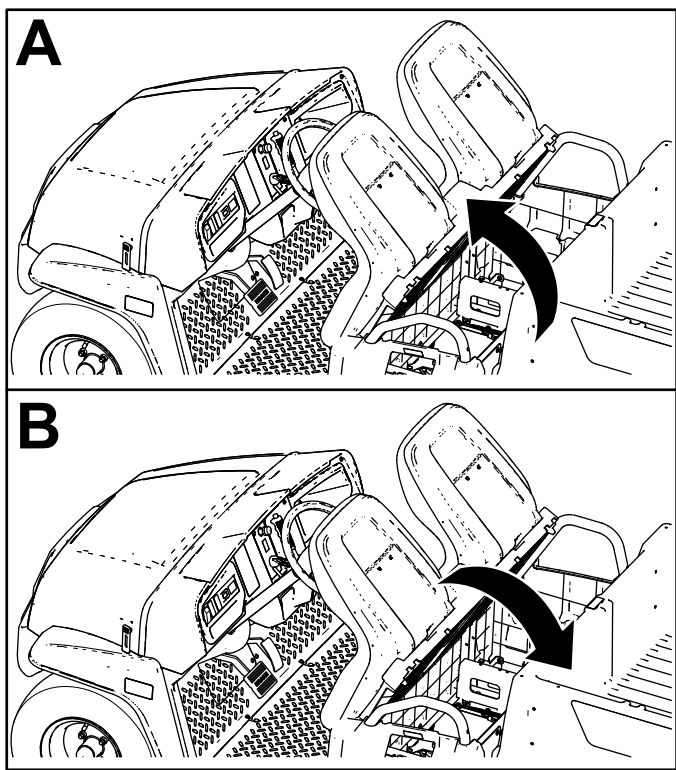

Figura 29
Para elevar el conjunto de asientos, empuje el conjunto de asientos hacia adelante hasta que descansa sobre el volante (Figura 29).
Para bajar el conjunto de asientos, empuje el conjunto hacia atrás hasta que encaje en su posición inicial (Figura 29).
1. Empuje el conjunto de asientos hacia adelante a la posición elevada (Figura 29).